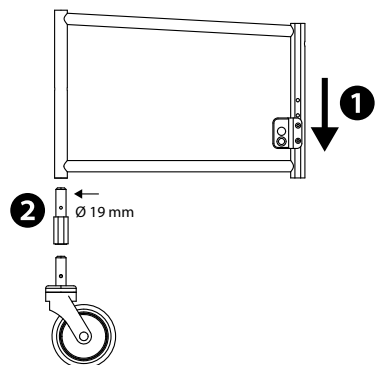

Abb.19
2. Lösen Sie die Hinterrad Adapterplatten und positionieren diese in die unteren beiden Rahmenbohrlöcher (1, Abb. 19).
4. Setzen Sie sodann die zwei Höhenadapter ( $\varnothing$  19 mm) bei den Lenkrollen ein (2, Abb. 19) und verschrauben Sie diese mit dem Rahmen.